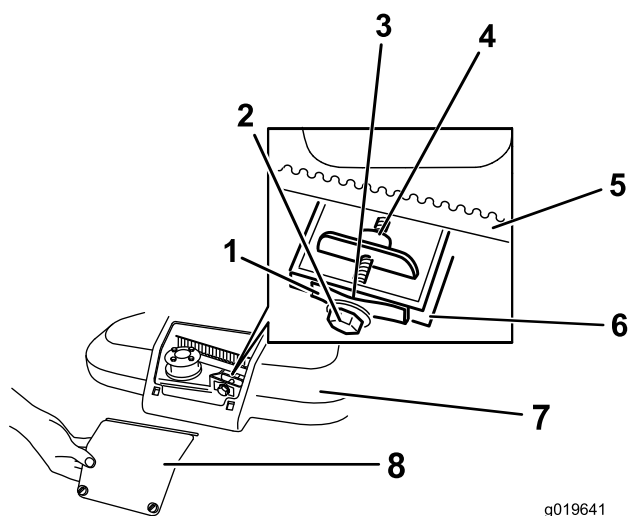

Рисунок 34
- Ослабьте два винта панели доступа к кожуху ремня и снимите панель (Рисунок 34)
Примечание: Если между измерителем зазора и пружиной есть видимый зазор, затяните регулировочный болт и гайку до момента, когда калибр начнет свободно входить в зазор и выходить из него (Рисунок 34).